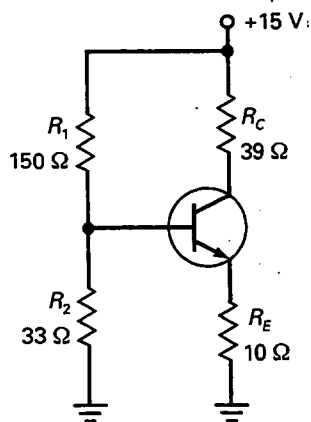

Figura 8-22
- 8-4. ¿Cuál es la tensión de emisor de la Figura 8-22? ¿Y la tensión de colector?
- 8-6. La fuente de alimentación de la Figura 8-22 tiene una tolerancia de ± 10 por 100. ¿Cuál es el mínimo valor posible para la tensión de colector? ¿Y el valor máximo posible?
- 8-10. ¿Cuál es el punto Q para el circuito de la Figura 8-22?
- 8-12. La fuente de alimentación de la Figura 8-22 tiene una tolerancia posible de ± 10 por 100. ¿Cuál es el mínimo valor posible de la corriente de colector? ¿Y el valor máximo?
- 8-16. La tensión de colector, ¿aumenta, disminuye o se mantiene constante en el circuito de la Figura 8-22 cuando se registran cambios pequeños en cada una de las magnitudes siguientes?
- 8-18. ¿Cuál es el valor aproximado de la tensión de colector en la Figura 8-22 para cada uno de los fallos siguientes?
- Alguien construyó el circuito de la Figura 8-22, pero cambió el divisor de tensión como sigue: $R_1 = 150 \text{ k}\Omega$ y $R_2 = 33 \text{ k}\Omega$. Quien lo hizo no se explica por qué la tensión de base es apenas de 0,77 V, en vez de ser de 2,7 V (la salida ideal del divisor de tensión). ¿Puede el lector explicar qué es lo que sucede?
- Alguien construye el circuito de la Figura 8-22 empleando un 2N3904. ¿Qué opina el lector sobre ello?
- Un estudiante desea medir la tensión colector-emisor en el circuito de la Figura 8-22, así que conecta un voltímetro entre el colector y el emisor. ¿Qué lectura obtiene?
- Suponga que en el circuito de la Figura 8-22 se le da la libertad de cambiar cualquiera de los componentes del circuito. Para ese caso, enumere todas las formas posibles de destruir el transistor.
- La fuente de alimentación en la Figura 8-22 debe suministrar corriente al circuito. Enumere todos los métodos que podría emplear para determinar dicha corriente.